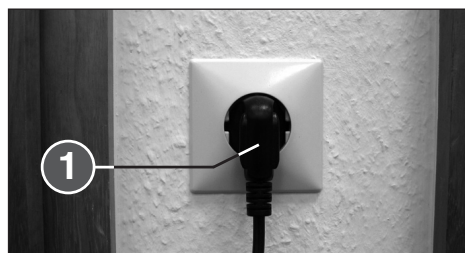

bild 2
- Anslut maskinen med nätkontakten (1) (bild 2) till elnätet (för uppgifter om säkringens för nätuttaget se "TEKNISKA DATA").
1 = Nätkontakt (bild 2)